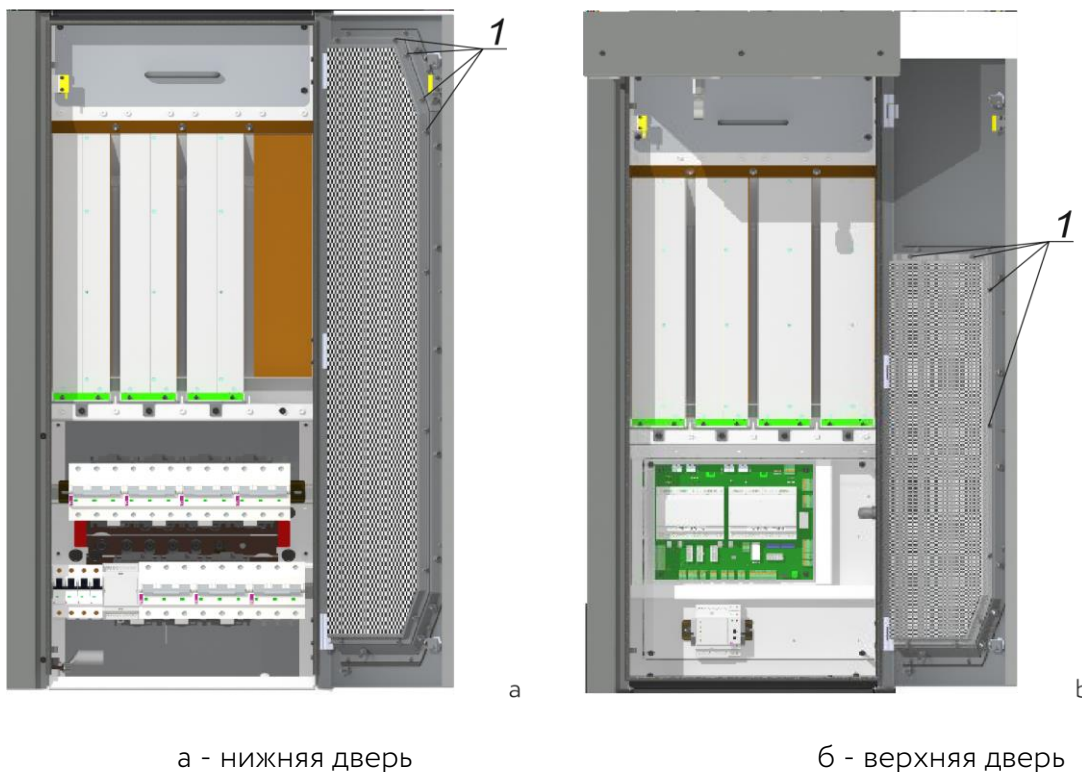

Рисунок 7.1 Расположение фильтров
2. Открутить гайки 1 по периметру предохранительной сетки (рисунок 7.1а), снять предохранительную сетку.